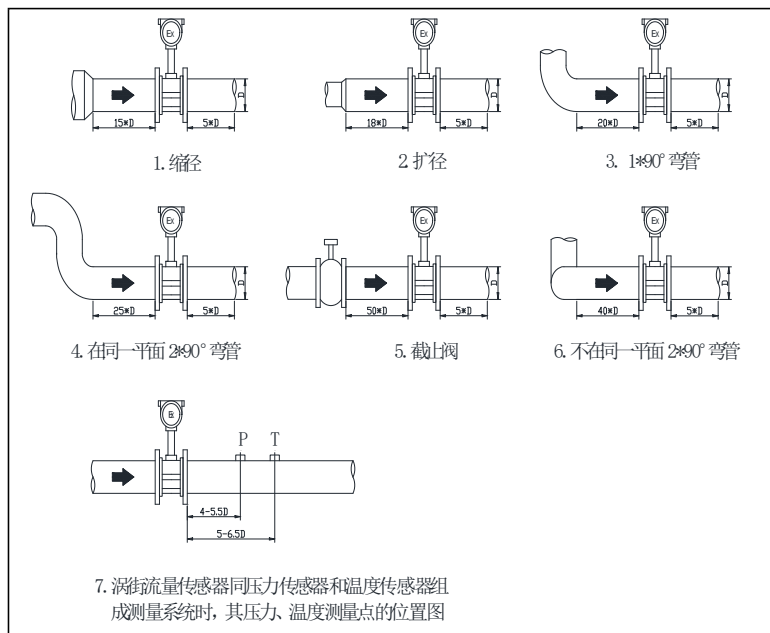

图 3 涡街流量计上下游最小直管段长度
为了准确测量，流量计的上、下游必须留有足够的直管段，上游不应有影响流体流速分布的部件，图 3 为各种管路情况下流量计前、后直管段最小长度要求；
(1) 涡街流量计的仪表安装点的上下游配管的内径应与仪表内径一致, 传感器应与管道同心, 传感器与法兰间的密封垫不能凸入管道内。具体安装形式如图 3。
(2) 表体初装完成以后, 当测量介质为蒸汽或其它高温介质时, 在管道内充满介质后, 应对法兰螺栓进行重新紧固。并对管道进行保温, 避免因为环境温度过高而损坏放大器。